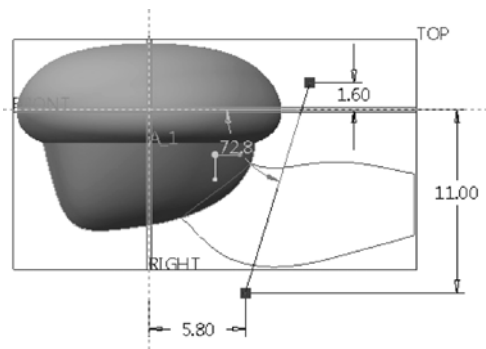
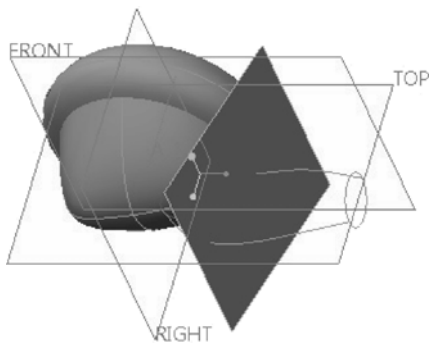

图 13-127 绘制一条直线段
图 13-128 创建的拉伸曲面
- ① 单击“拉伸”按钮 ，接着在出现的“拉伸”选项卡中单击“曲面”按钮 .
- ② 选择“TOP (基准平面)”为草绘平面。
- ③ 绘制如图 13-127 所示的一条直线段，单击“确定”按钮 ✓。
- ④ 选择“深度选项”为“对称”选项 ，接着设置“深度值”为“15”。
- ⑤ 在“拉伸”选项卡中单击“完成”按钮 ，创建的拉伸曲面如图 13-128 所示。